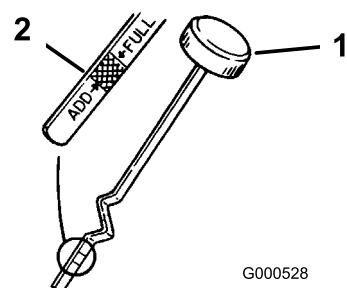

Figura 25
- Svitate l'asta di livello dell'olio e pulitene l'estremità (Figura 25).